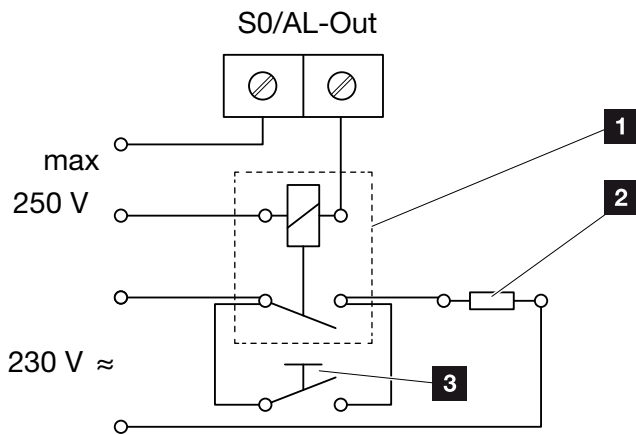

Abb. 64: Elektrischer Anschluss Eigenverbrauch
1. Externes Lastrelais fachgerecht an die Anschlussklemme S0/AL-Out anschließen  **Abb. 64**